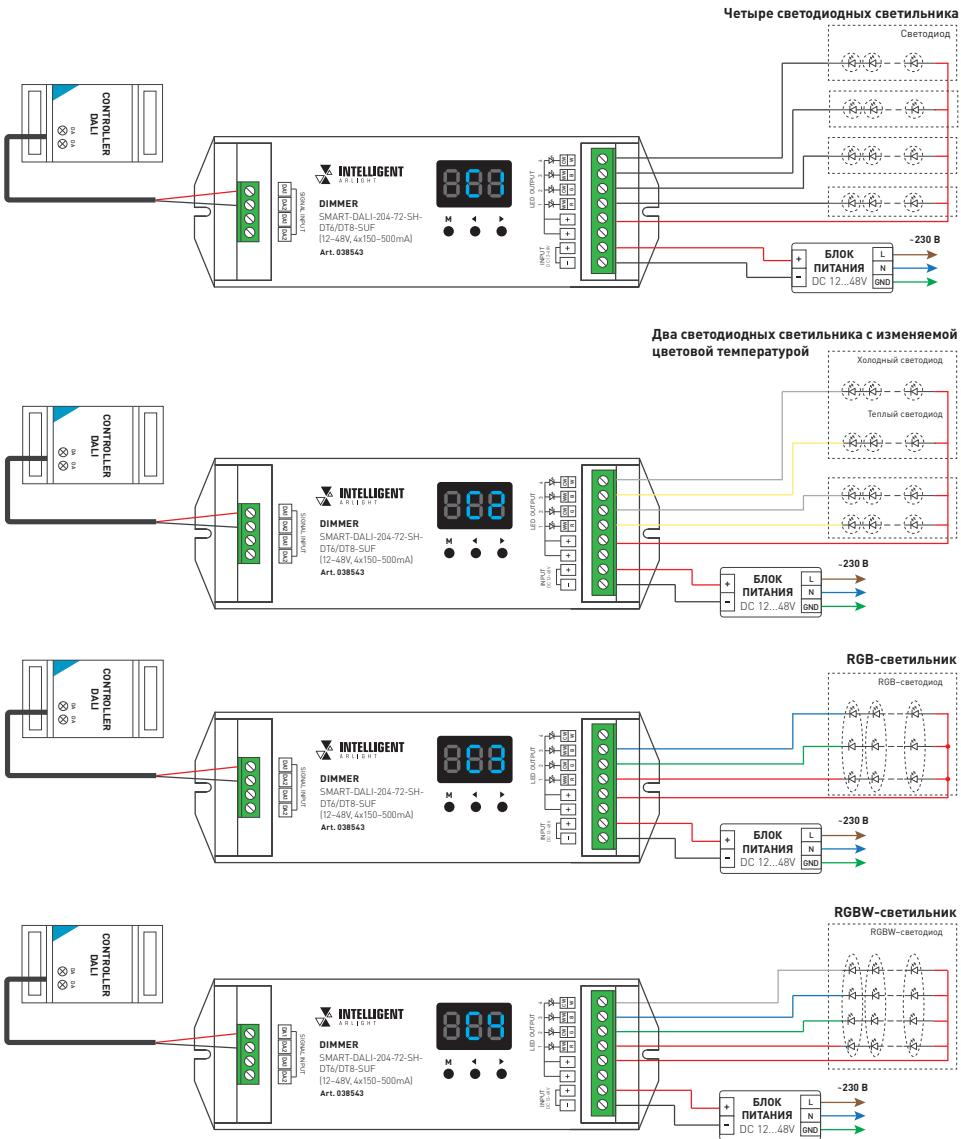

Рис. 1. Пример схемы подключения диммера к светильникам [светодиодным модулям]
- 3.3. Подключите диммер согласно схеме на рис. 1.